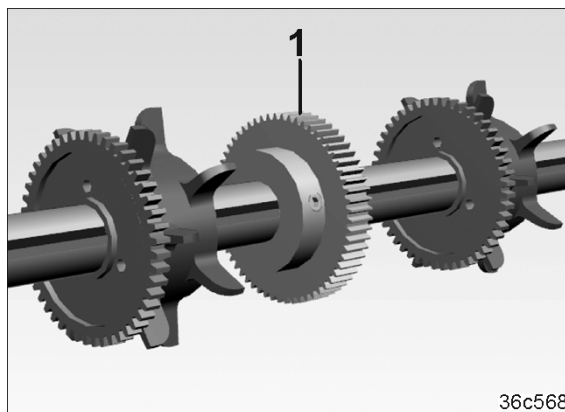

Fig. 252
8. Montér tandhjulet (Fig. 252/1) på bønnesaakslen.